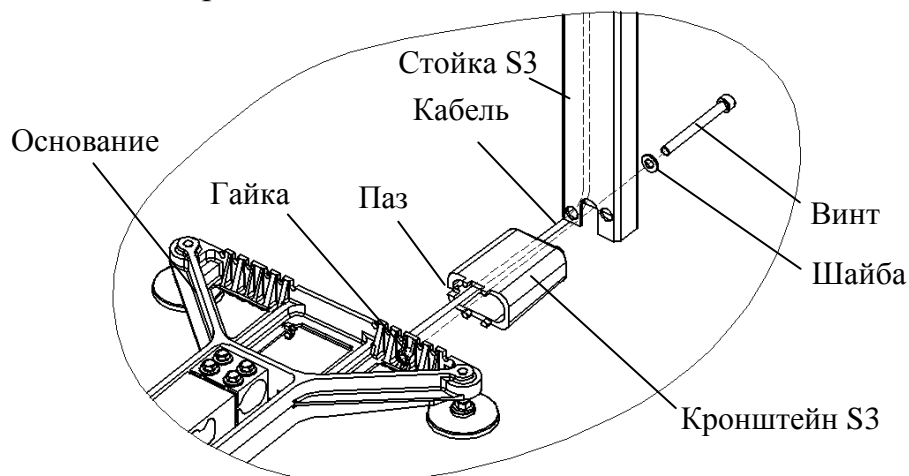

Рис. 6.3 - Крепление прямоугольной стойки к основанию весовой платформы
- протянуть кабель весовой платформы через кронштейн и стойку (см. Рис. 6.3). Кабель должен входить в паз кронштейна;